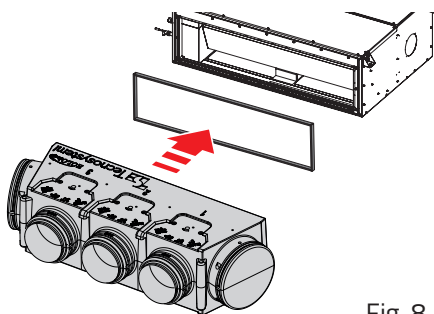

Fig. 8
10. Posizionare la guarnizione adesiva intorno alla flangia della macchina. Fig. 8
10. *Place the adhesive gasket around the machine flange. Fig. 8*